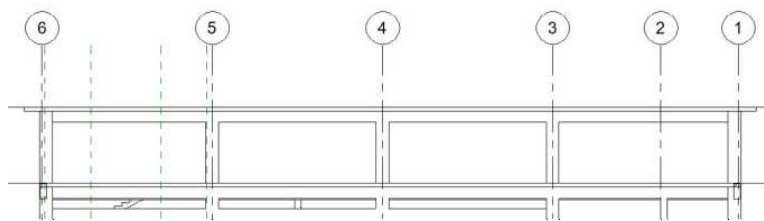

图 15-105 放置钢筋
(6) 单击“结构”选项卡“钢筋”面板中“钢筋”按钮，打开“修改|放置钢筋”选项卡，单击“当前工作平面”按钮和“平行于工作平面”按钮。
(7) 在“属性”选项板中选择“钢筋 10HRB335”类型，设置“布局规则”为“最大间距”，输入“间距”为“100.0mm”，在“造型”栏下拉列表中选择“33”或在“钢筋形状浏览器”中选择“钢筋形状: 33”。
(8) 在二层轴线①和轴线⑥的梁截面上放置形状为 33 的钢筋，按空格键调整形状位置，如图 15-105 所示。